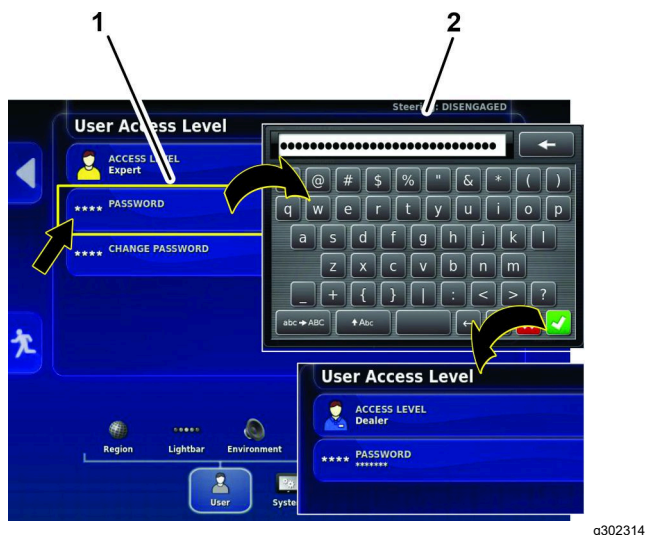

Figura 159
- Pulse el icono CONTRASEÑA, escriba la contraseña del concesionario con el teclado emergente, y pulse el icono de confirmación (Figura 159).